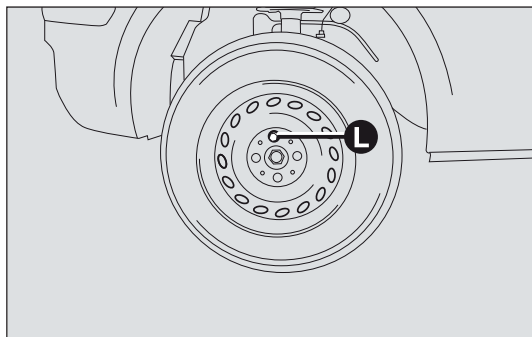

fig. 128
- ☐ monte la rueda normal introduciendo el primer tornillo L-fig. 128 en el orificio más cercano a la válvula de inflado;